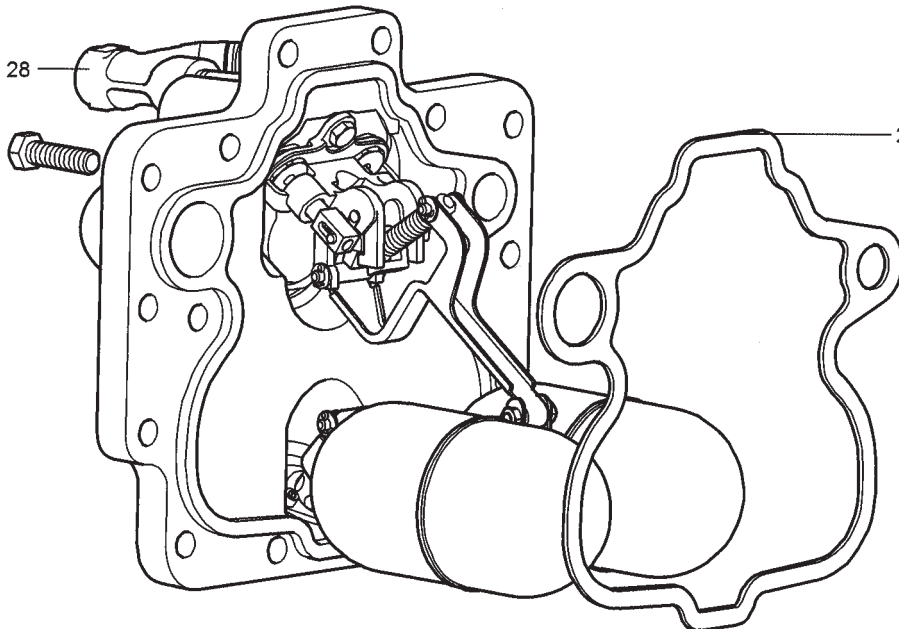

Fig. 16 APT14
3. Positionner le nouveau joint avec précaution (rep. 2) sur le corps (Fig. 16).
6. Reconnecter la ligne d'alimentation vapeur motrice et la ligne d'échappement respectivement sur les orifices repérés (S) et (E). L'APT14, l'APT14HC ou l'APT14SHC est maintenant prêt pour une remise en service.
7. S'assurer que le filtre d'alimentation motrice Spirax Sarco (avec une mesh 100) est bien raccordé à l'alimentation motrice (Rep. 28, Figure 16).